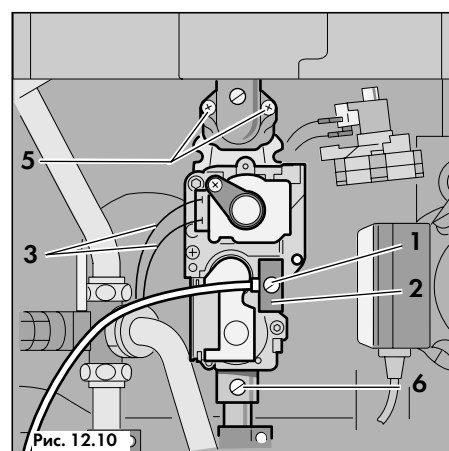

Рис. 12.10
- Выкрутить фиксирующий винт (1, рис. 12.10) и отсоединить штекер (2, рис. 12.10) от оператора газовой арматуры;
- Отсоединить штекеры от выводов (3, рис. 12.10) модуляционного электромагнита;
- Выкрутить 2 винта (5, рис. 12.10);
- Выкрутить винт (6, рис. 12.10);